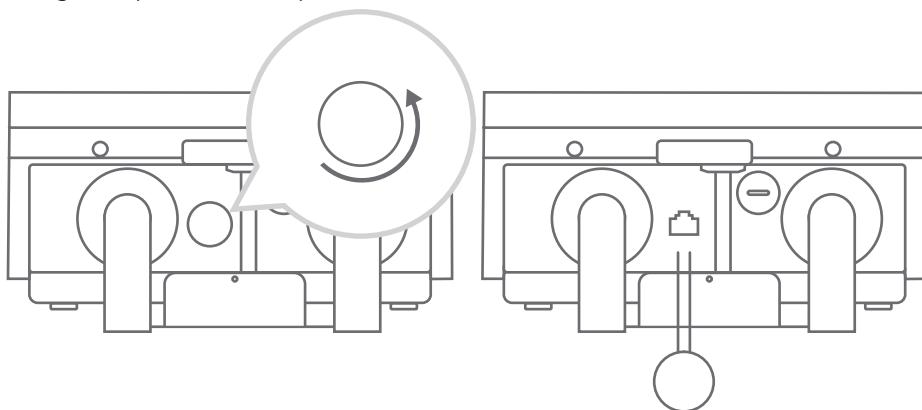

Abb. 5-17
1. Entfernen Sie die Schutzkappe des Netzwerkanschlusses unten in der Mitte des Ladegeräts. (Siehe Abb. 5-17)